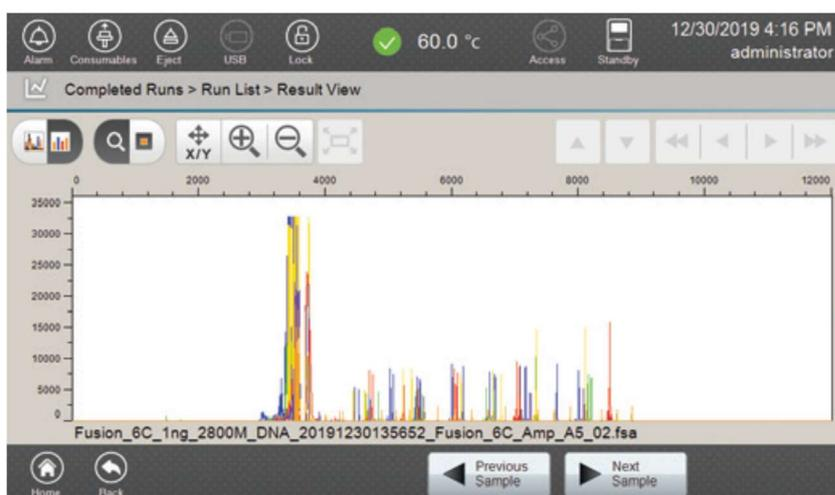

図 109 Result View 画面のエレクトロフェログラム
5. 評価したいランに対応する File Name でサンプルを選択し、フッターの **View** を選択すると、サンプルのエレクトロフェログラムデータ（図 109）を評価することができます。
注：図 109 では、内部レーンの標準フラグメントのピークサイズのラベリングがオンになっています。